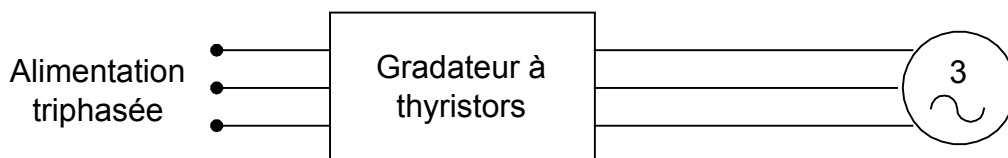

FIGURE 1.4 GRADATEUR
- de **gradateurs** à thyristors ( Figure 1.4) ;